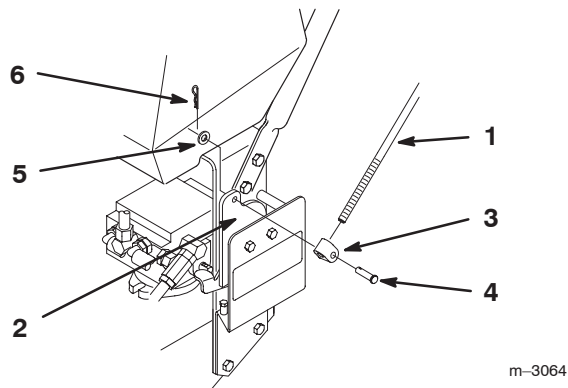

Bild 4
1. Schieben Sie die Lastösenbolzen durch die Gestängebefestigung und das Befestigungsloch in der Schaltbügelhalterung (von außen). Befestigen Sie den Lastösenbolzen mit einer Scheibe und einem Splint (Bild 4).
4. Drücken Sie das Gestänge nach vorne, bis das Lager den Anschlag der Schaltbügelhalterung berührt. Drehen Sie das Gestänge in der Befestigung an der Schaltbügelhalterung hinein oder heraus, bis das Gestänge mit den Löchern an den oberen Schaltbügel ausgerichtet ist (Bild 4).
4. Drücken Sie das Gestänge nach vorne, bis das Lager den Anschlag der Schaltbügelhalterung berührt. Lockern Sie die Flügelmutter und drehen Sie die Spannschraube hinein oder heraus, bis das Gestänge mit den Löchern in den oberen Schaltbügel ausgerichtet ist (Bild 4).